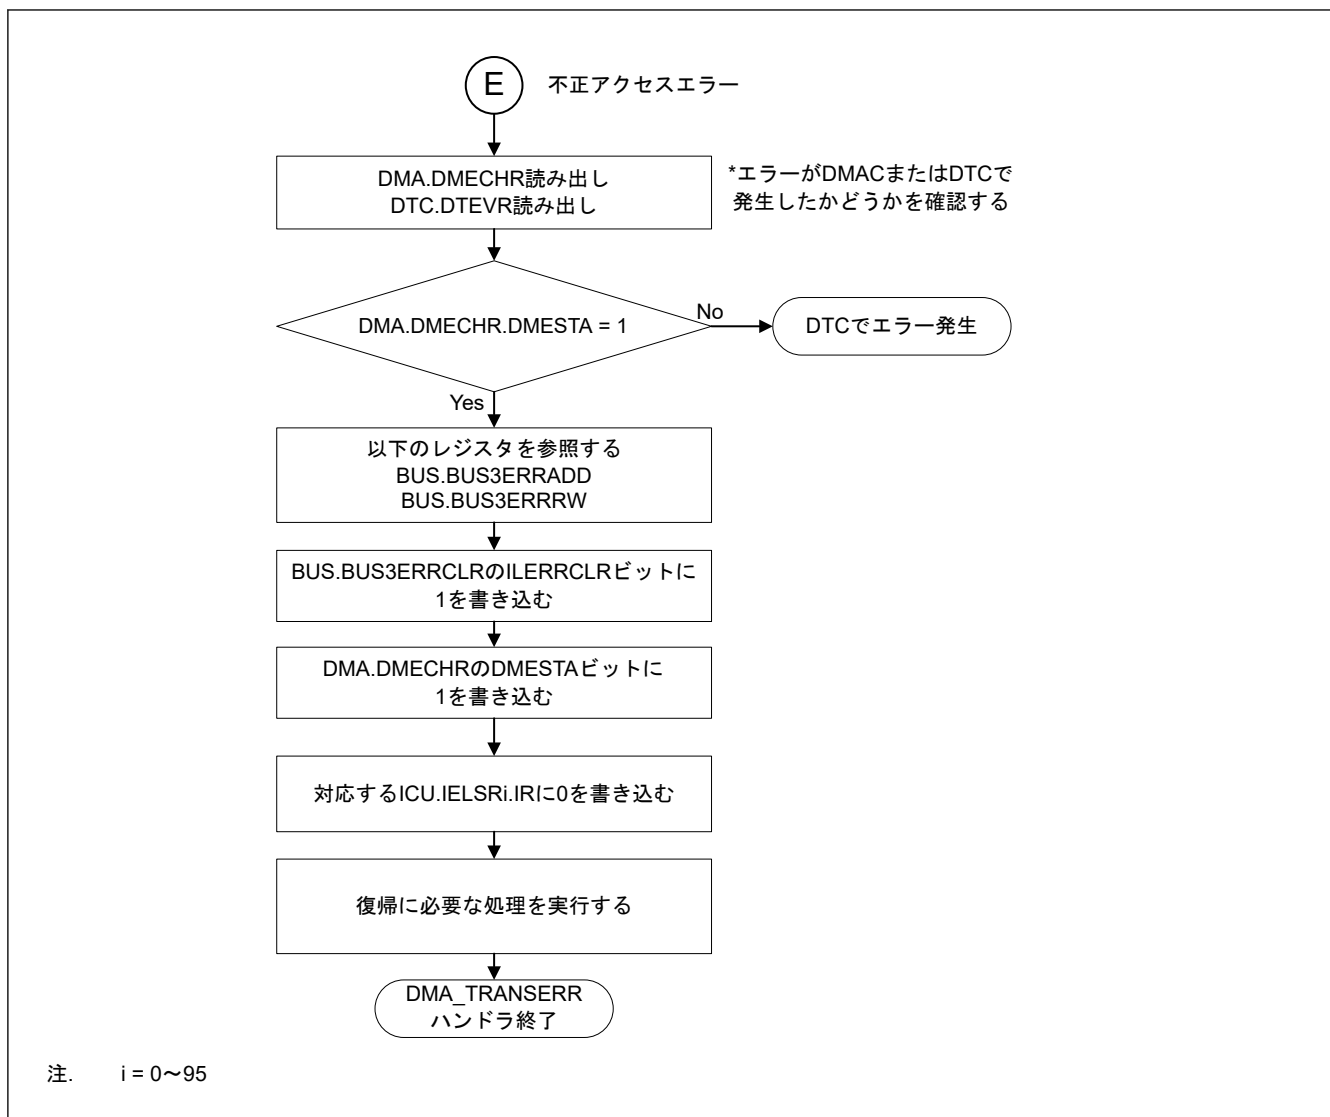

図 16.32 不正アクセスエラーによる DMA_TRANSERR ハンドラの処理
- 図 16.32 に DMAC の不正アクセスエラーが発生したチャンネルとセキュリティ属性を確認するフローを示します。